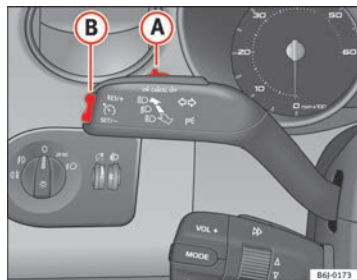

Abb. 106 Blinker- und Fernlichthebel: Schalter und Wippe für die Geschwindigkeitsregelanlage
- Drücken Sie den oberen Teil der Wippe **RES** ⇒ Abb. 106 **B**, um die Geschwindigkeit zu erhöhen. Solange Sie die Wippe gedrückt halten, beschleunigt das Fahrzeug. Sobald Sie die Wippe loslassen, wird die neue Geschwindigkeit gespeichert.
Wenn Sie die gespeicherte Geschwindigkeit durch Treten des Bremspedals verringern, wird die Geschwindigkeitsregelanlage deaktiviert. Sie können durch einmaliges Drücken des oberen Teils der Wippe **RES+** ⇒ Abb. 106 **B** die Regelung wieder aufnehmen.